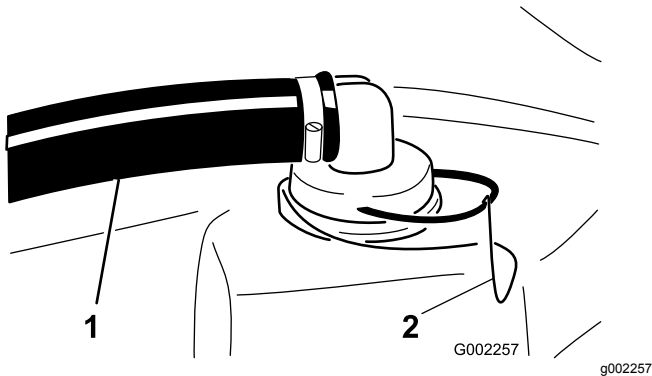

Bild 66
2. Nehmen Sie oben am Behälter des Sprühfahrzeugs den Halter ab, mit dem das Schlauchanschlussstück befestigt ist, das am dicken Schlauch und dem Siebgehäuse angeschlossen ist (Bild 66).
3. Nehmen Sie den Schlauch und das Schlauchanschlussstück vom Siebgehäuse ab (Bild 66).